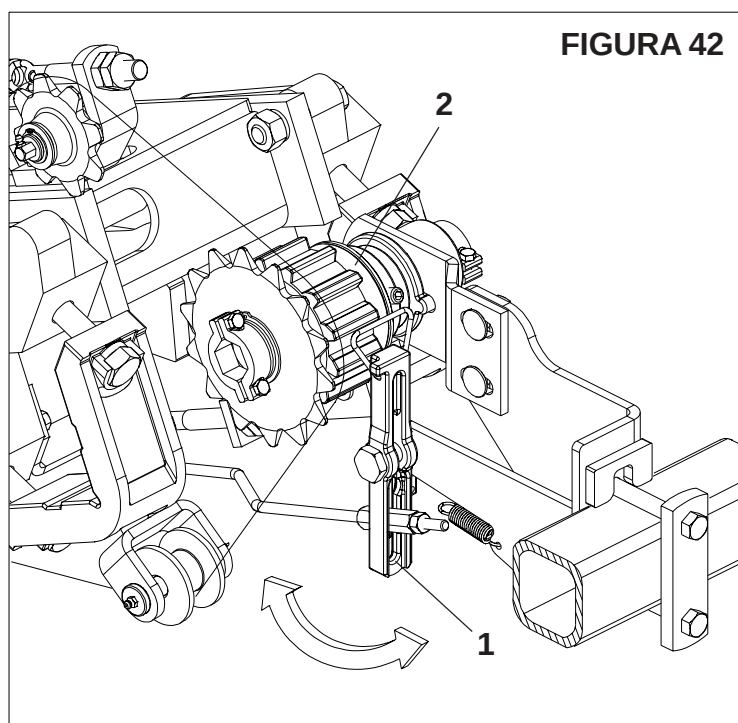

FIGURA 42
SISTEMA DE ARREIMATE CONVENCIONAL (FIGURA 42) SPA MEGA FLEX 4000 / 4500 / 5000 / 5500
1 - Primeiro escolha o lado da semeadora a ser feito o arremate. Em seguida, acione manualmente a trava (1) da catraca (2), referente ao lado escolhido, **conforme mostra a figura 42.**